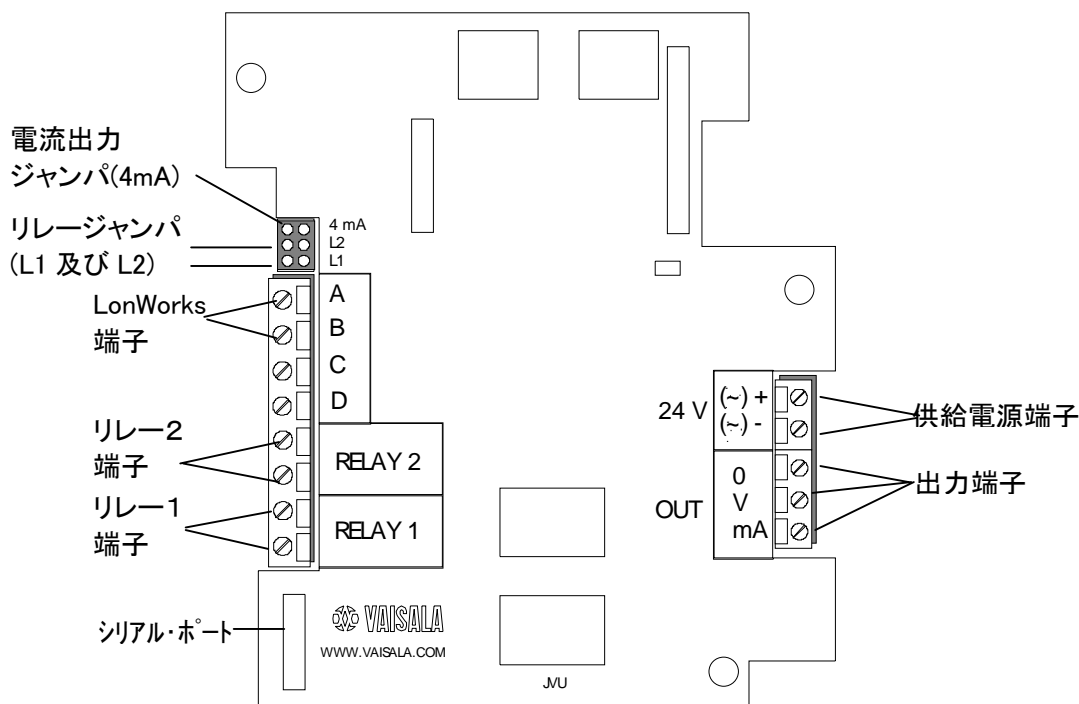

図6 電氣的接続およびジャンパ
1. 公称値 24 V の電源ケーブルをマザーボード上の「+」および「-」端子に接続します(右手側、図6参照)。
2. アナログ出力ケーブルを以下に接続します(図6参照):
電流出力を選ぶ場合は、電流出力ジャンパで出力範囲を選択します(図6参照)。4~20mA の場合はジャンパを接続(既設定)、0~20mA の場合はジャンパを外します。
リレー出力を用いる場合、配線はマザーボード上の左側にある端子で行います(図6参照)。CO2濃度があらかじめ設定された値(トリガポイント)を越えると、リレースイッチが動作(ON)します。この時、対応するリレージャンパ(L1 または L2)を外すとリレースイッチは反転します。